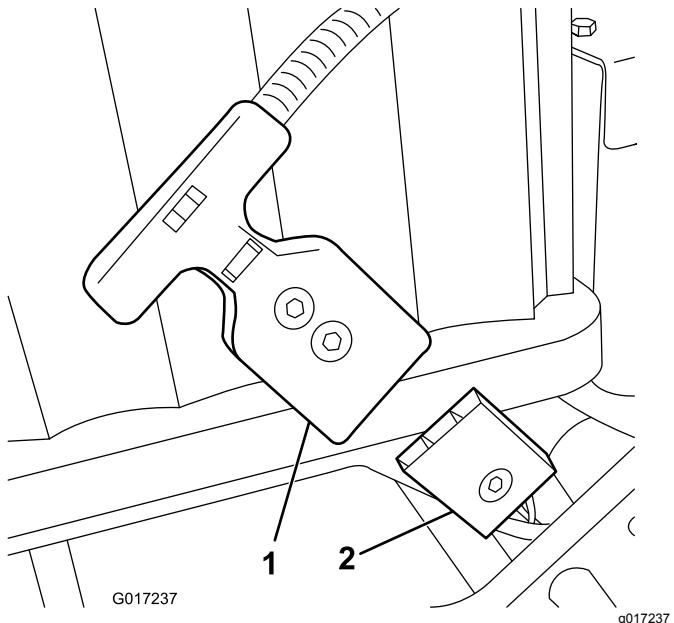

Figura 16
(Figura 16) de la base de la batería. Instale el conector en la batería tal y como se ha descrito. Instale la batería a la base, pasando el arnés de cables por el orificio correspondiente y, a continuación, sujeté el conector del suministro eléctrico principal a la base de la batería con las fijaciones que retiró anteriormente.
16. Conecte el conector del asa en T del arnés de cables principal al conector del suministro eléctrico principal situado en la base de la batería (Figura 16).